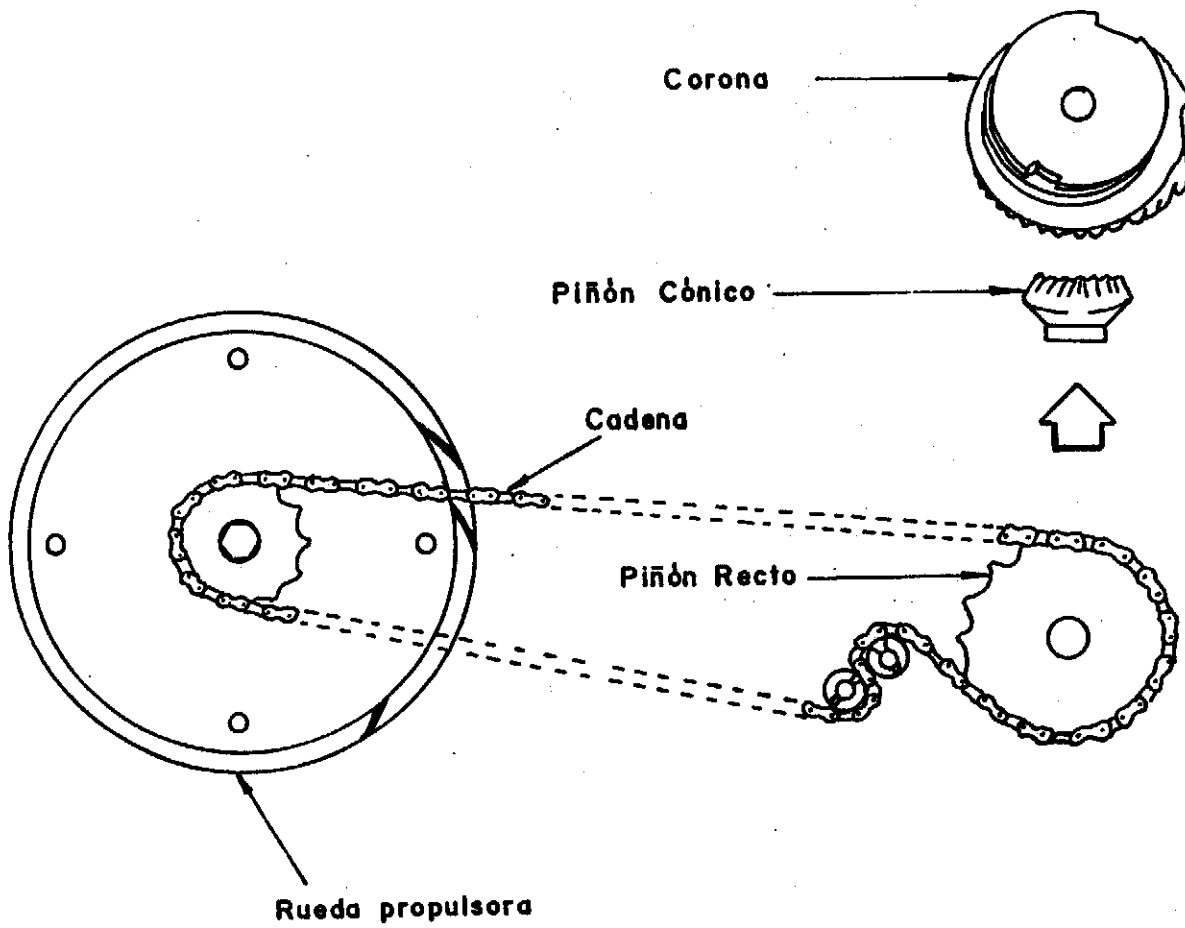

FIGURA 2. Sistema de transmisión desde la rueda propulsora.
- Sistema de Transmisión (Figura 2): en el más generalizado de ellos, el movimiento se transmite desde el eje de la rueda propulsora, por medio de un sistema de piñones planos y cadena agrícola o de rodillos al eje inferior de la tolva. En la parte interna de este eje va montado un piñón cónico que engrana una corona colocada en la base de la tolva y que comunica el movimiento al sistema dosificador.